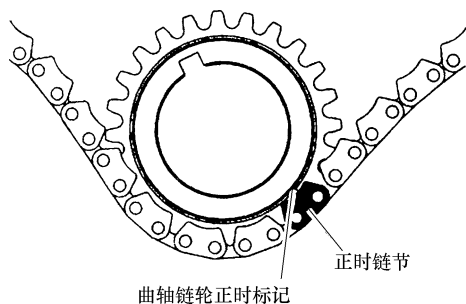

图 20-37 曲轴链轮正时标记对准链节
- 5) 曲轴链轮正时标记应对准正时链条链节，如图 20-37 所示。